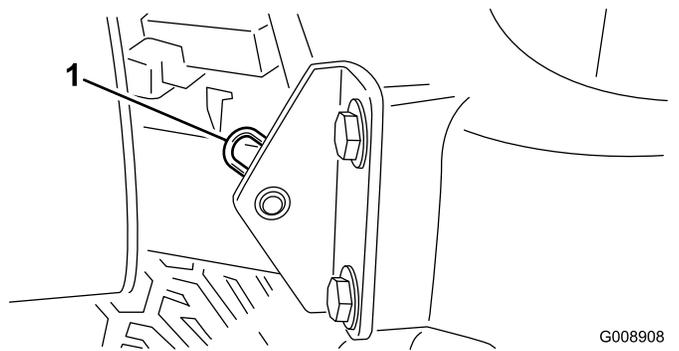

Рисунок 48
2. Снимите шплинт крепления оси поворота капота к монтажным кронштейнам (Рисунок 48).